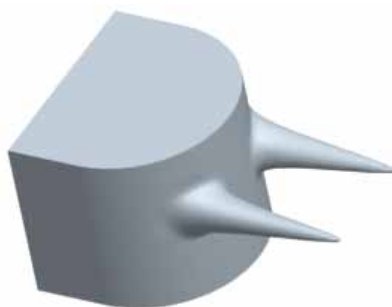

图 25-8
- (2) 把两个尺寸“47.95”都修改为“-20”。
- (3) 单击工具栏中的  按钮，重新生成模型，结果如图 25-8 所示。